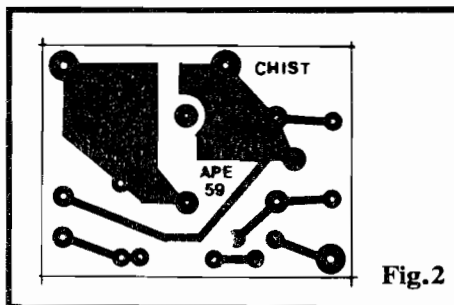

Fig. 2
- FIG. 2 - LAY OUT DO CIRCUITO IMPRESSO ESPECÍFICO - Super-simples, como o próprio circuito, o padrão cobreado de ilhas e pistas do Impresso (em tamanho natural, na figura...) pode ser facilmente copiado e realizado, pelas técnicas convencionais de confecção... Observar apenas a necessidade de algumas trilhas mais avantajadas, pelas quais circulará considerável Corrente durante o funcionamento do sistema... No mais, é conferir bem a plaquinha ao final da confecção, já que - conforme foi dito - os níveis de Potência são "fortes" em alguns setores, e qualquer pequeno "curto" poderá fazer a "fumaça subir" ... Observar ainda a disposição geral das ilhas correspondentes à utilização **específica** do relê indicado na LISTA DE PEÇAS, modelo G1RC2 ("Metaltex")... Se qualquer outro relê, eletricamente equivalente, mas de pinagem **diversa**, for utilizado, será necessária alguma modificação no **lay out**, adaptação que fica por conta do Leitor/Hobbysta...